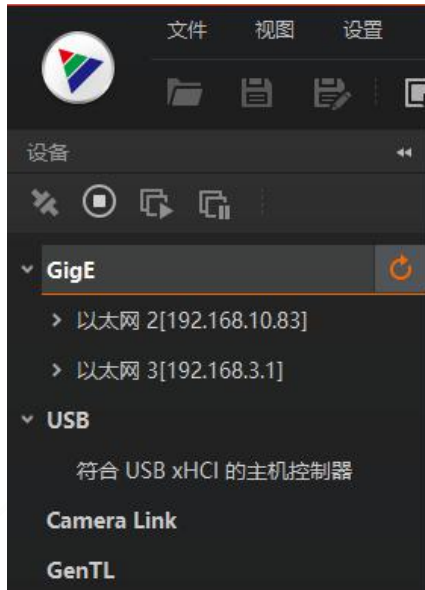

图2-7 刷新 GigE 口设备列表
2. 设备列表会自动显示当前枚举到的设备。也可通过点击 GigE 接口处的刷新按钮 ，对设备列表中显示的设备进行手动刷新，如图 2-7 所示。